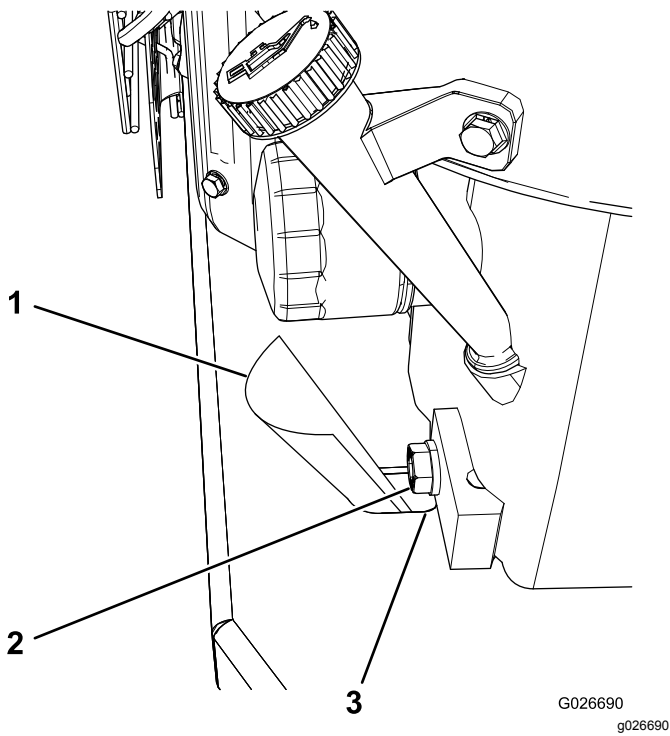

图38
**注意** 将一张纸或一块浅色纸板插入排油孔将油从发动机安装板引开图38。